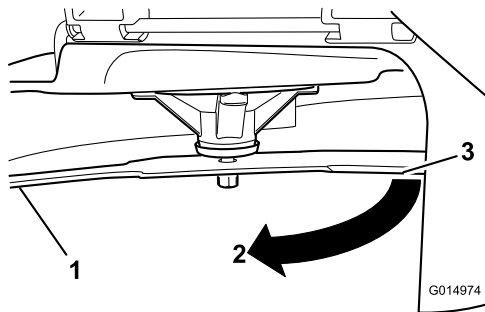

Figure 116
3. Seconde distance mesurée entre la lame et la surface (B)
4. Tournez la même lame de 180 degrés pour amener l'autre tranchant à la même position (Figure 116).